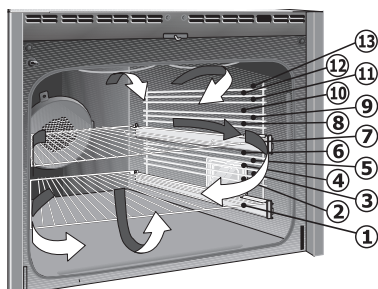
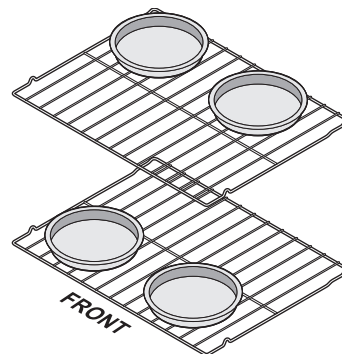

Figure 19 : Positionnement des grilles et circulation du flux de convection
Figure 20 : Écart entre les plats de cuisson
La cuisson par convection utilise un ventilateur pour faire circuler la chaleur de façon uniforme dans le four (Figure 19). Cette façon améliorée de répartir la chaleur permet de brunissement uniformes. La cuisson sur plusieurs grilles peut augmenter légèrement le temps de cuisson, mais le résultat global sera l'économie de temps. Veuillez réduire la température du four lorsque vous suivez une recette normale.
- Pour la cuisson sur deux grilles, voir à les placer en position 3 et 11 (Figure 19). Disposer les ustensiles de pâtisserie comme illustré à la Figure 20 pour la cuisson par convection avec plusieurs grilles.